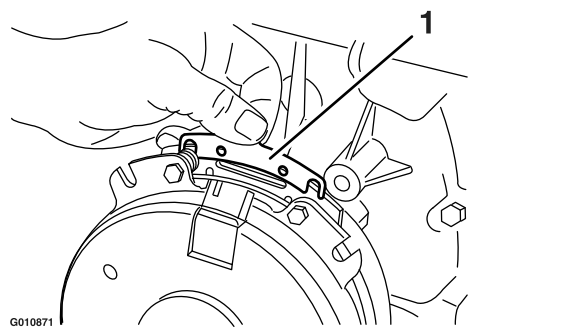

Figure 72
- B. A l'aide d'une pince à becs longs ou avec les doigts, saisissez la languette et déposez la cale (Figure 72).
Enlevez l'herbe, les saletés et autres débris éventuellement accumulés sur la grille du moteur. Cela permet d'assurer un refroidissement et un régime moteur corrects, et réduit les risques de surchauffe et de dommages mécaniques du moteur (Figure 72).